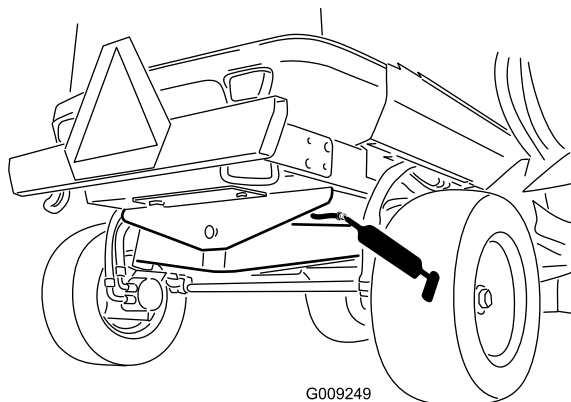

Figure 51
- Bague de pivot d'essieu arrière (1) (Figure 51)